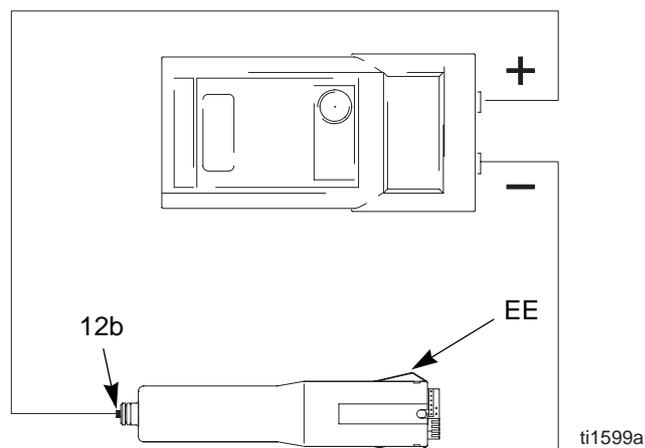

Fig. 16. Test de résistance du générateur électrique
1. Retirer le générateur (12), page 42.
2. Retirer la turbine-alternateur (13) du générateur électrique, page 43.
3. Mesurer la résistance entre les bandes de contact de masse du générateur électrique (EE) et le ressort (12b). Voir Fig. 16.